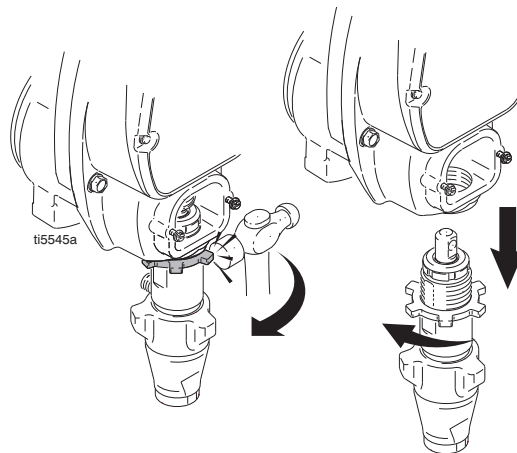

FIG. 17
6. FIG. 17. Lossa låsmuttern genom att slå på den med en hammare. Skruva loss pumpen.